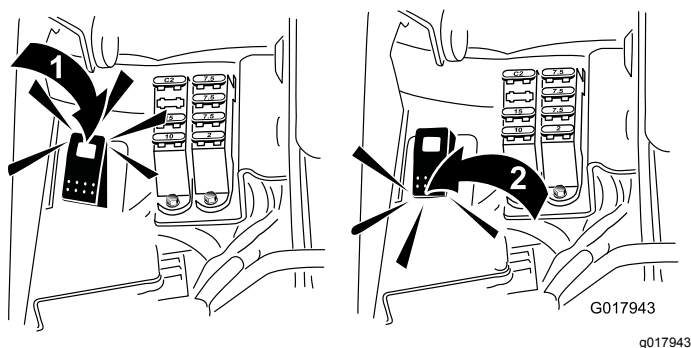

Figura 57
5. Rode a alavanca de retificação para a posição “R” (Figura 57).